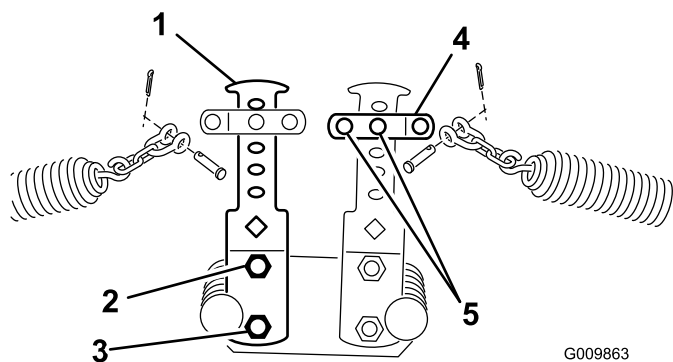
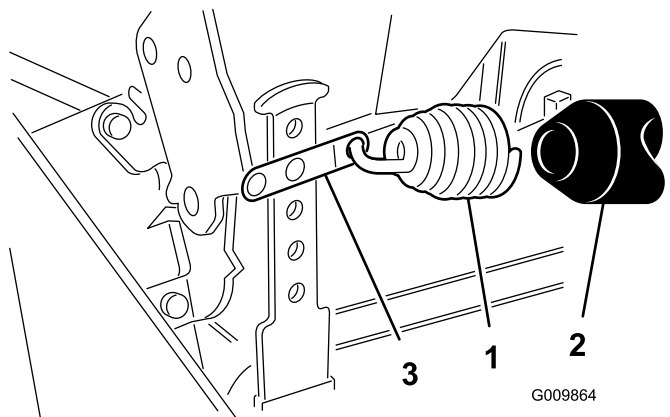

図 15
図 16
4. スプリングの反対側の端部を前後のカウンタバランス・アーム（図 15 と 図 16）の適切な穴（選択方法は以下を参照）に引っ掛ける（チェーン付きスプリング・シャックル、クレビス、クレビス・ピン、コッターピンを使用）。
5. スプリングの反対側の端部を上から2つ目の穴に取り付ける；チェーン付きスプリング・シャックル、クレビス、クレビス・ピン、コッターピンを使用（図 15）。
6. 後カウンタバランス・アームには、スプリング他端をスプリング・シャックルの 2 番目の穴に取り付ける前に、スプリング部分にビニル・カバーを取り付ける（図 16）。
8. 先ほど取り外したボルトとナットを使ってカウンタバランス・アームの下部ををフレームに固定する。一番上のボルトを締め付ける（図 15）。